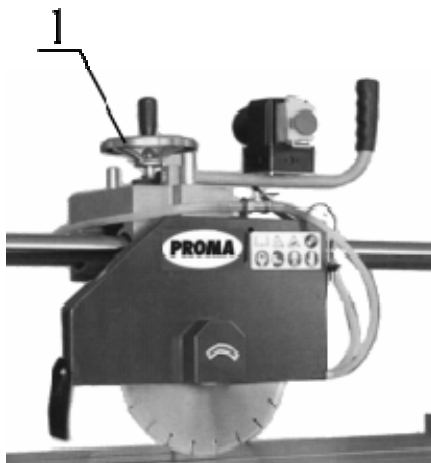

Рисунок 8.
5.3. Установка угла наклона пильного узла (см. рис. 8).